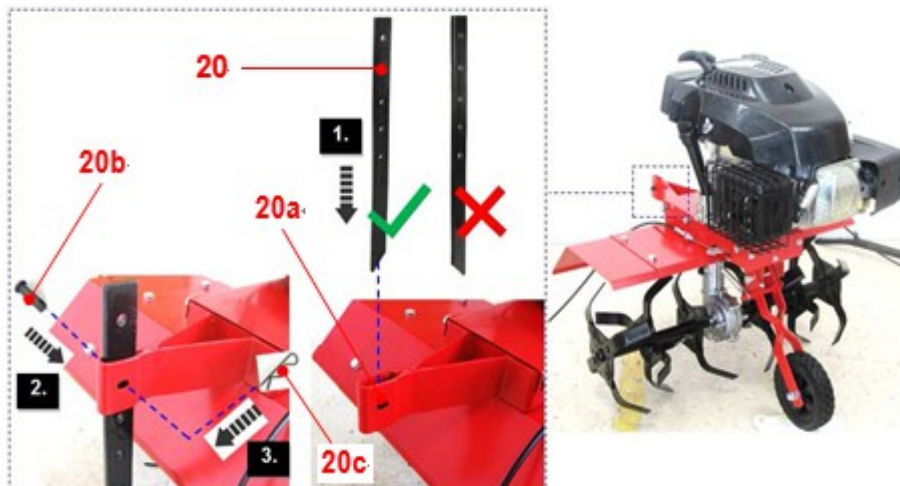

Fig.6
2. Insérez le patin (20) dans le support (20a).
3. Alignez les trous et sécurisez-les connexions avec les boulons et le clip -R (20c) (Fig.6)